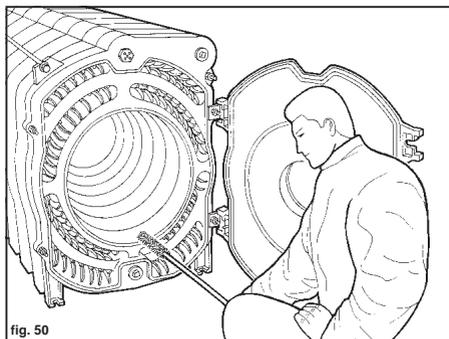

fig. 50
- 4 (Fig. 50) Kesselinnenraum und Rauchabzugs-/Abgaswege mit Hilfe eines Stoßbesens oder mit Druckluft reinigen.